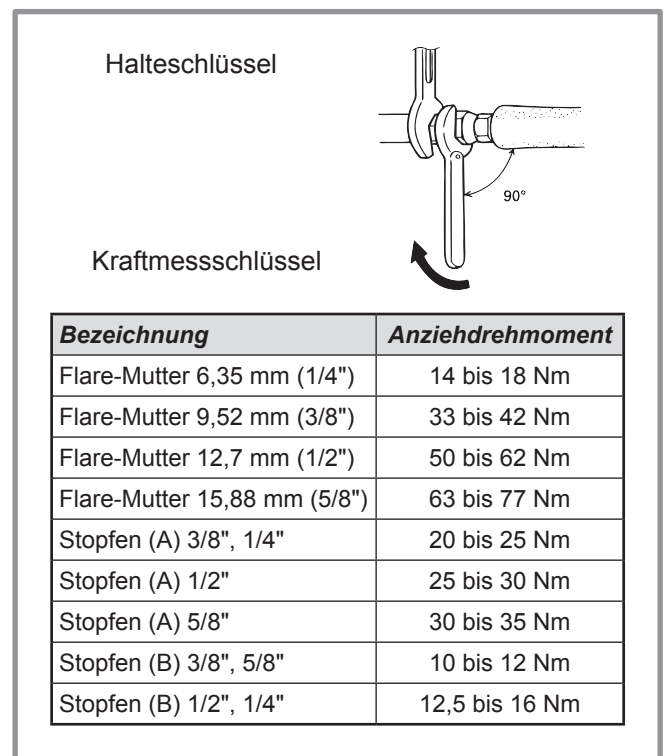

Abbildung 17 - Anziehdrehmoment
- Die Zugangsstopfen (A) an den Schiebersteuerungen entfernen.
- Die 2 Stopfen wieder anbringen und mit dem empfohlenen Anziehdrehmoment festziehen (siehe Abbildung 17, Seite 17). Die Dichtigkeit in den Stopfen wird nur mit Metall auf Metall realisiert.